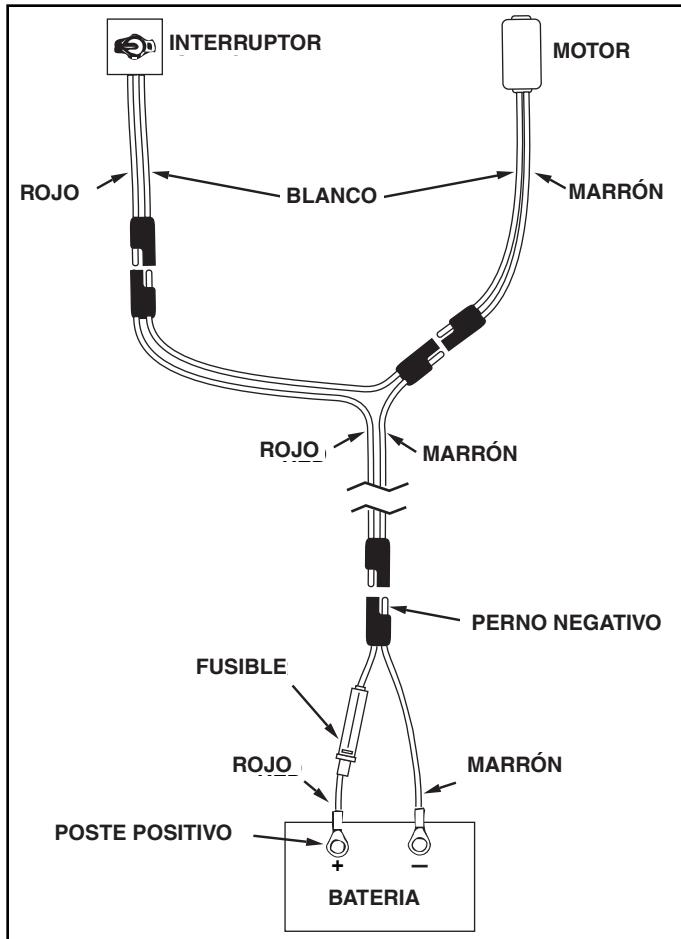

FIGURA 10
18. Conecte el arnés de cables cortos (en el que se encuentra el fusible) a la batería del tractor, usando el cable rojo para conectar al poste positivo de la batería y el cable marrón para conectar al poste negativo. El arnés de cables cortos puede dejarse conectado permanentemente a la batería. Vea la figura 10.
19. Conecte el arnés de cables largos al esparcidor, usando el cable rojo y el cable blanco para conectar al interruptor y el cable marrón y el cable blanco para conectar al motor del esparcidor. Examine la figura 10.
22. Mueva la palanca del mecanismo de control de flujo a la posición "ON". Mueva el interruptor "ON-OFF" a la posición ON – encendido – y verifique que el motor gira en la dirección de las manecillas del reloj. Si este no es el caso, consulte el diagrama de cableado en la figura 10 y vuelva a verificar las conexiones.